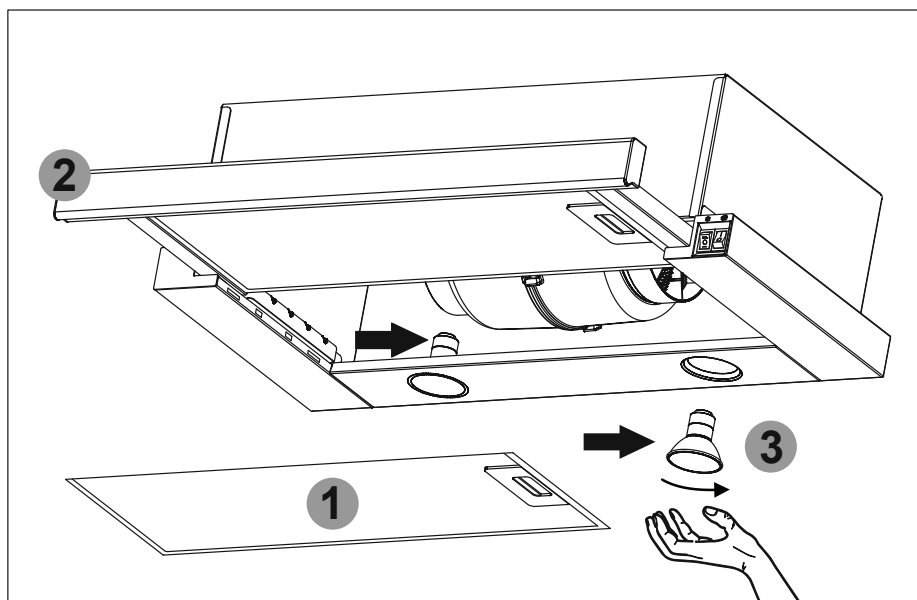

Рис.7
8.9 На витяжці встановленні **HALOGEN** лампи для освітлення робочої зони плити. Перед початком заміни ламп освітлення необхідно відключити витяжку від електромережі, дати можливість охолонути лампам. Для заміни лампи необхідно зняти алюмінієвий фільтр **1**, витягнути висувну панель з фільтром **2**, віджати тримач патрона на себе, щоб лампа **3** вийшла з корпусу витяжки, утримуючи тримач патрона, злегка надавити на лампу в напрямку патрона і, повернувши її проти годинникової стрілки, вийняти з корпусу витяжки (**рис.7**).